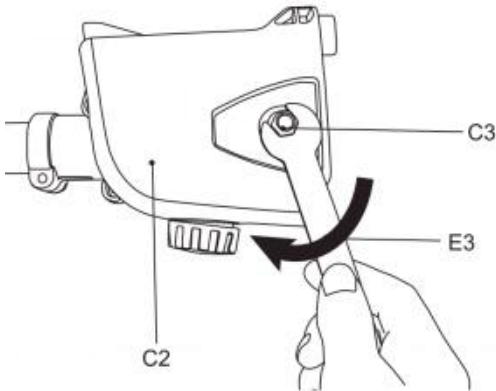

Fig. 12
8) Bringen Sie die Abdeckung (C2) wieder an, setzen Sie die Rückseite der Abdeckung und dann die Vorderseite ein und stellen Sie sicher, dass der Stift richtig sitzt. Ziehen Sie die verbleibende Mutter (C3) mit dem Montageschlüssel (E3) leicht an (Abb. 12). Ziehen Sie die Muttern nicht vollständig an, da die Sägekette zuerst gespannt werden muss.